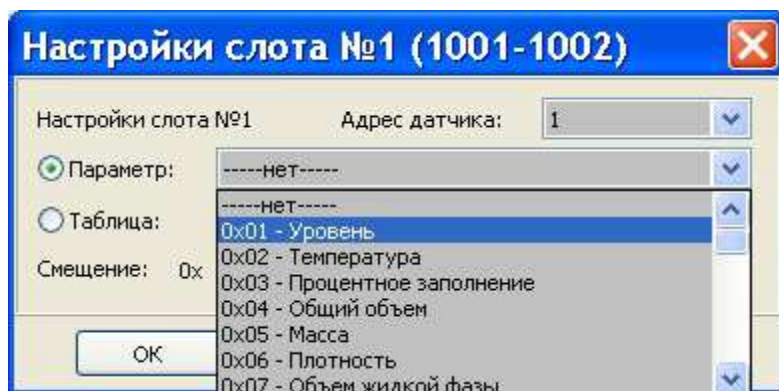

Рисунок 6 – Окно настройки слота опроса
- 3) в окне настроек слота, рисунок 6, выбрать «Адрес датчика», в поле «Параметр» выбрать номер параметра, который будет опрашиваться;